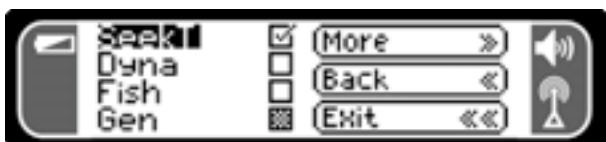

Figura 18 - Lista producătorilor (primul ecran)
- Utilizați tastele ÎN SUS/ÎN JOS pentru a defila până la opțiunea corespunzătoare și apăsați tasta de selectare. (Figura 18)